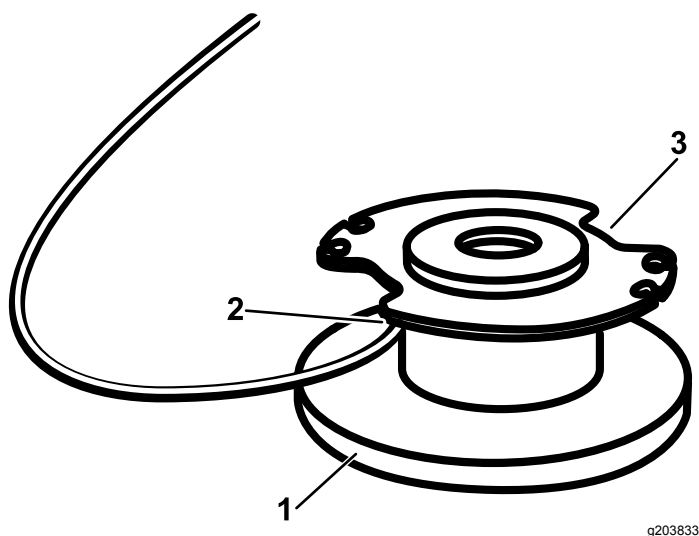

Figure 20
4. Insérez le fil dans le trou d'ancrage (Figure 20). Enroulez le fil sur la bobine dans la direction indiquée par les flèches sur la bobine.